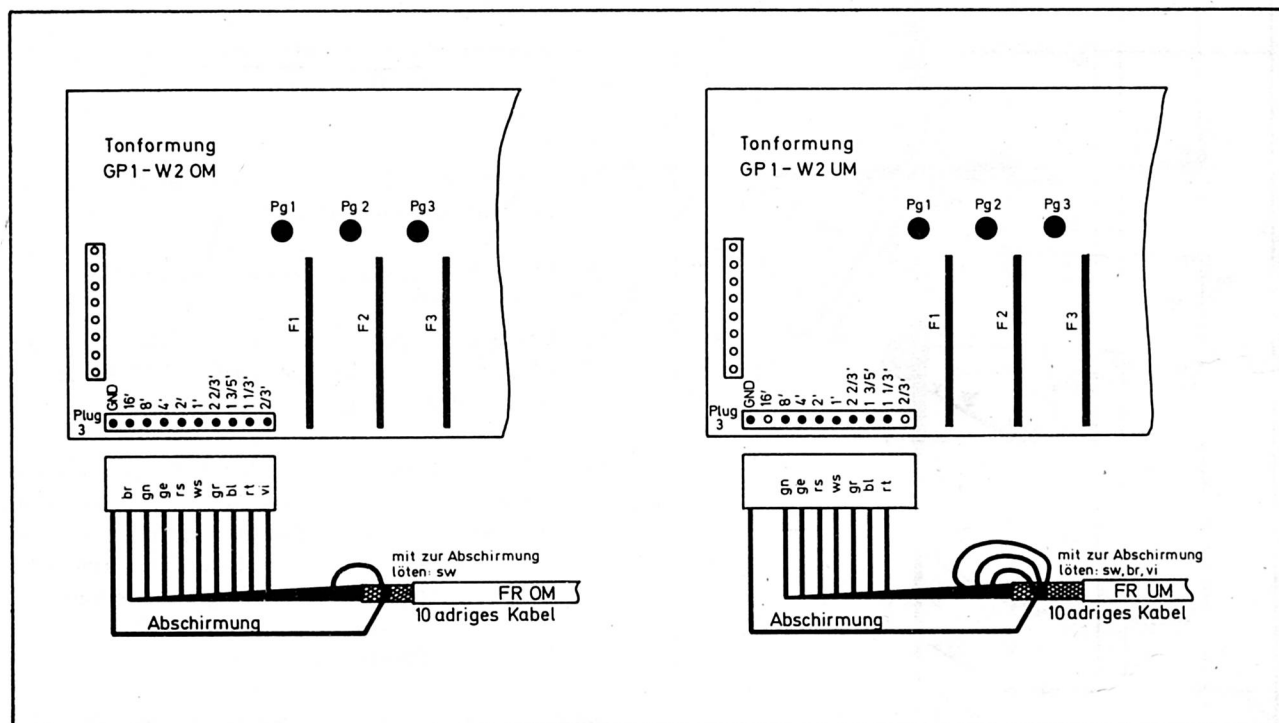

Abb. 83: Anschluß der NF-Eingänge der Festregister
- Kabel am Tongenerator vorbei und an der diskantseitigen Seitenwand hoch zum Klappdeckel führen und nach Abb. 83 an den Festregistern des Untermanuals anschließen. Anschluß der Abschirmung beachten ! Buchsengehäuse am Plug 3 aufstecken.